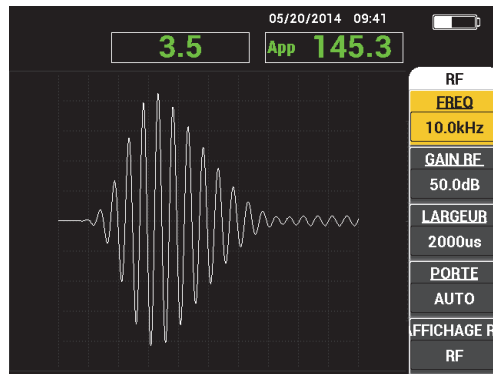

Figure 5-3 Affichage RF
5.3.1 Mode E-R (RF) — Menu PRINC.
L'affichage du mode E-R (RF) est semblable à celui du mode par impulsions. Cependant, les données affichées sont celles du signal brut amplifié de la sonde. Ces données ne sont pas traitées par l'appareil (voir la Figure 5-3 à la page 84).